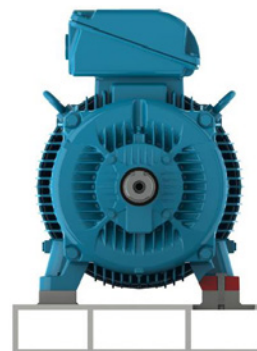

Figura 32 - Motor instalado sobre base metálica.
- Bases metálicas: mais comuns para motores de pequeno porte (ver Figura 32).